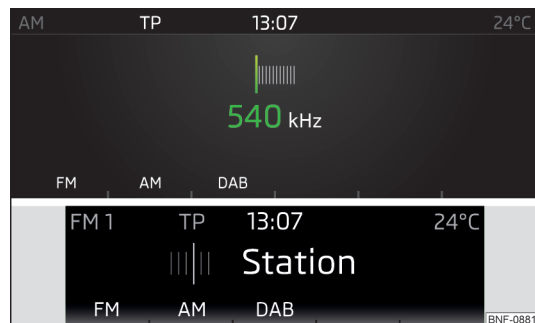

Fig. 100
- Tryk på knappen **RADIO** samt den pågældende funktionsknop **FM**, **AM** eller **DAB** i hovedmenuen *Radio* » Fig. 100.